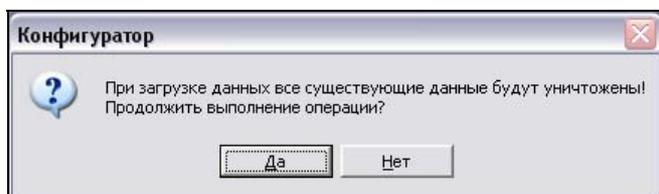

Рис. 5.57. Предупреждение. Резервную копию сделать не забыли?
7. Будет выдано предупреждение, как на рис. 5.57.